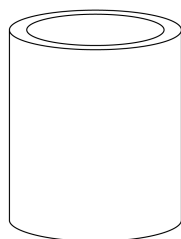

Figura 4: Acessório de compressão Qualcrimp
• **Acessório de compressão Qualcrimp (Figura 4)**